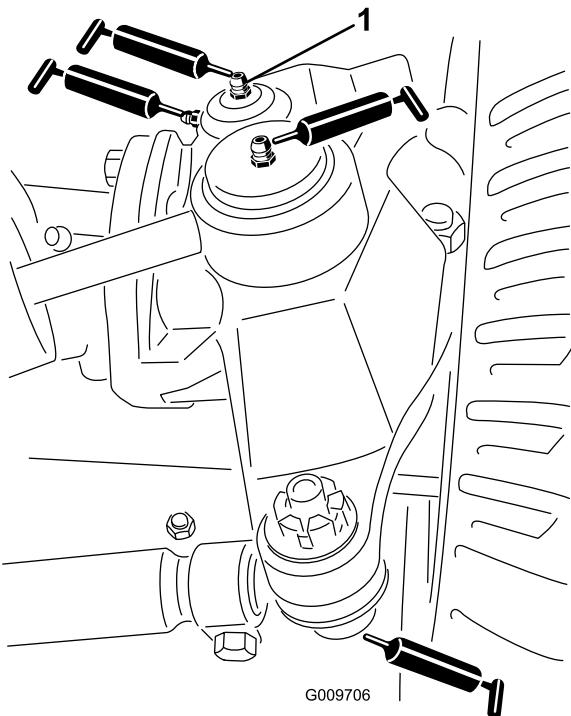

Figure 69
- Rotules de vérin de direction (2); voir Figure 69.
- Rotules de biellettes (2); voir Figure 69.
- Bagues de pivots de fusées (2); voir Figure 69.